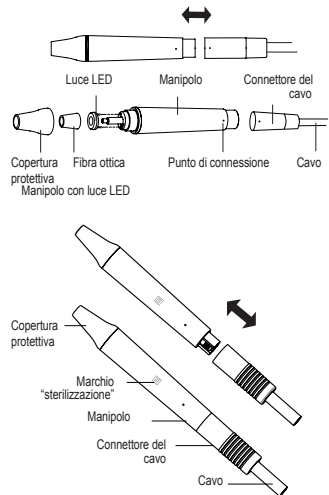

Figura 1
- 2.1.3 Assicurarsi che il punto di aggancio posteriore sia allineato allo spinotto, far aderire correttamente il manipolo al cavo. (Vedi figura 1)
Lasciare raffreddare il manipolo naturalmente prima di collegarlo la luce LED, la fibra ottica e il cappuccio del manipolo nell'ordine mostrato nella figura 1 prima di riutilizzarlo per evitare ustioni.